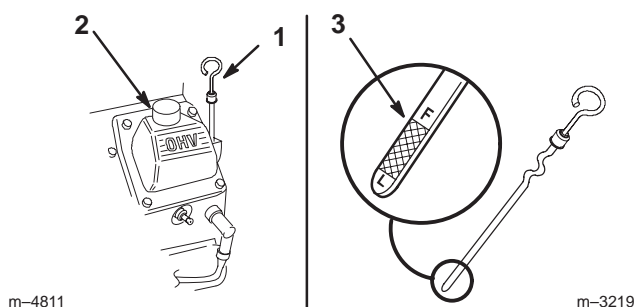

Figure 37
2. Nettoyez la surface autour de la jauge d'huile (Fig. 37) pour éviter que des impuretés ne s'introduisent dans le goulot de remplissage, ce qui risquerait d'endommager le moteur.
3. Sortez la jauge d'huile et essuyez soigneusement l'extrémité métallique (Fig. 37).
4. Enfoncez la jauge complètement dans le goulot de remplissage. Sortez de nouveau la jauge et examinez l'extrémité métallique (Fig. 37). Si le niveau est bas, versez lentement une quantité d'huile suffisante dans le goulot de remplissage pour amener le niveau au repère du plein (FULL).
**Important** Ne remplissez pas excessivement le carter sous peine d'endommager le moteur. Ne faites pas tourner le moteur si le niveau d'huile est en dessous du repère minimum (L), au risque d'endommager le moteur.
5. Versez lentement environ 80% de la quantité d'huile spécifiée dans le goulot de remplissage (Fig. 37) (voir Changement de l'huile moteur et du filtre, page 34).